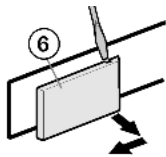

Fig. 6
- ▶ Afdekking aan de greepzijde *Fig. 6 (6)* met behulp van een schroevendraaier losmaken en naar buiten afnemen.